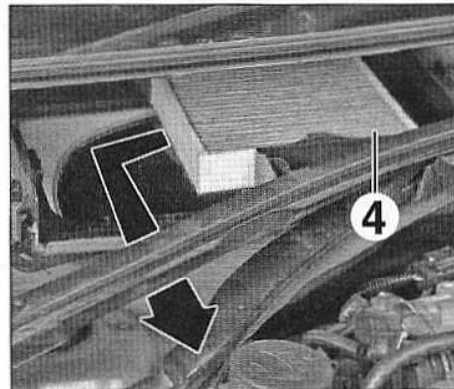

FIG.4
- le deuxième filtre (4) en le décalant latéralement puis en le tirant vers soi (Fig.4).